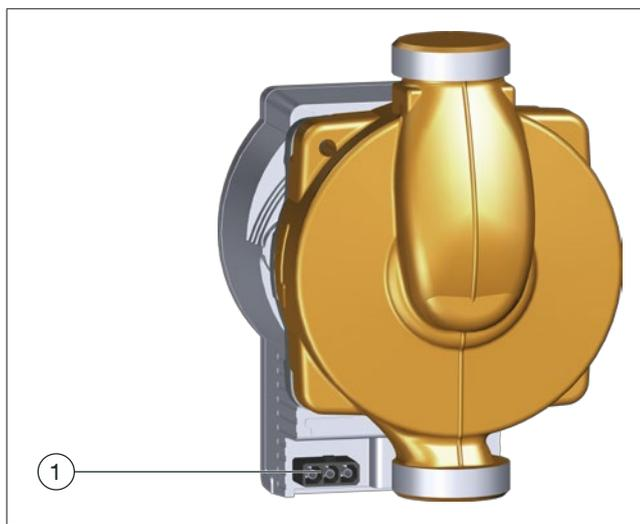

Fig. 2: Raccordement électrique
1. Retirer la fiche du raccordement pour l'alimentation électrique (position 1 sur la Fig. 2 en page 6).
3. Insérer la fiche du nouveau circulateur dans le raccordement pour l'alimentation électrique (position 1 sur la Fig. 2 en page 6).